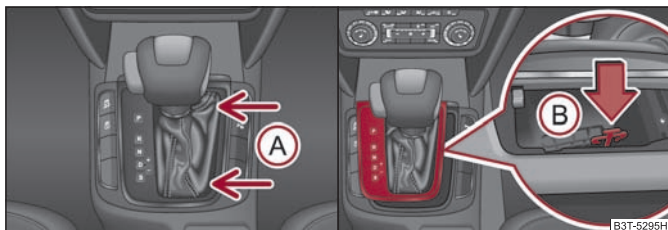

Fig. 39 Sbloccaggio d'emergenza della leva selettoria
- Afferrare la mascherina della leva selettoria in corrispondenza delle frecce (A) ⇒ fig. 39 e tirarla con cautela verso l'alto.
- Premere con un dito l'elemento in plastica giallo nella direzione della freccia (B).